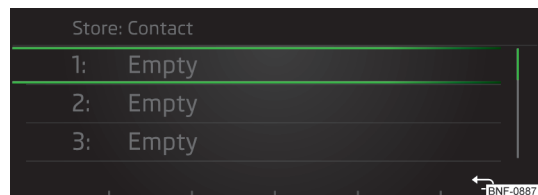

Fig. 114
- Seleccionar la posición para guardar el favorito » **fig. 114.**